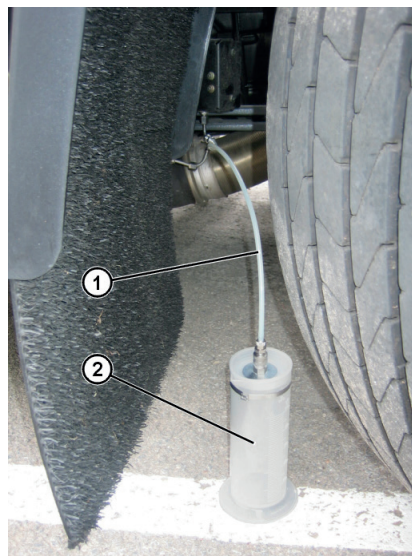

Fig. 6: Dosiermengenmessung
5. Ligar o recipiente de medição (Fig. 6, Pos. 2) ao tubo de pressão de teste (Fig. 6, Pos. 1).